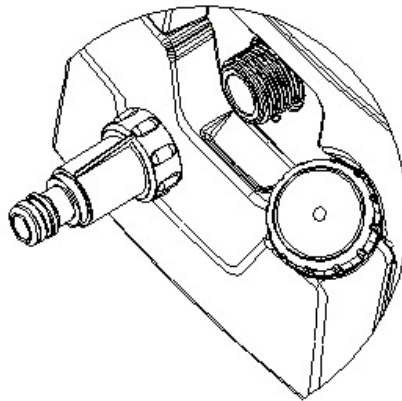

Рис. 6
9.5. Установите впускной штуцер с встроенным фильтром как показано на Рис. 6. Входной штуцер должен быть с фильтром для исключения попадания песка, известняка и других примесей, так как они могут повредить клапаны насоса.